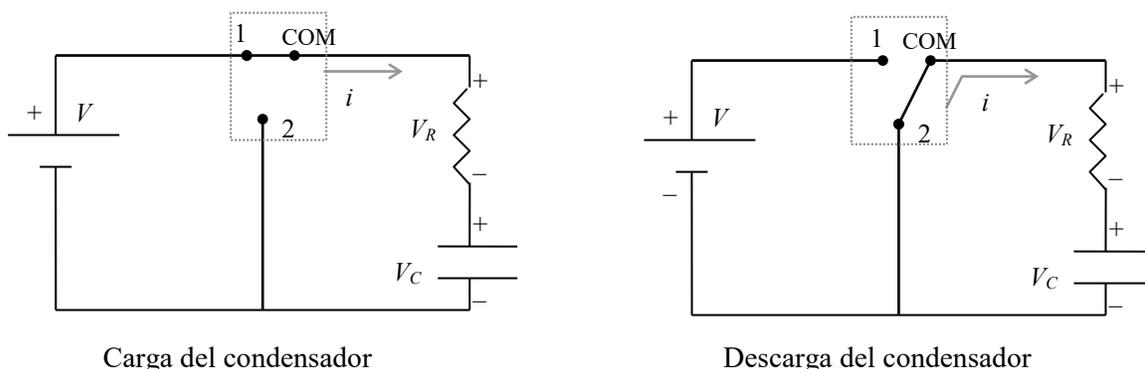

Fig. 1
2. Montar el circuito para realizar la carga y descarga del condensador (Fig. 1, con atención a su polaridad)